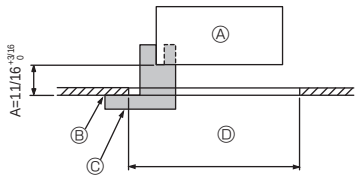
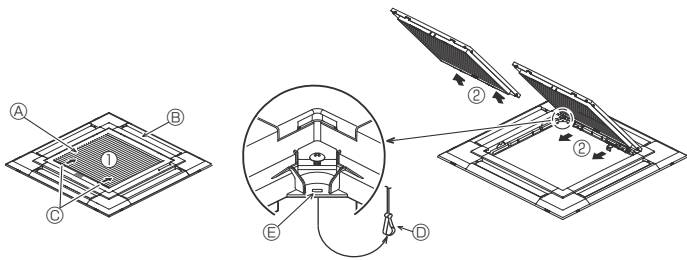
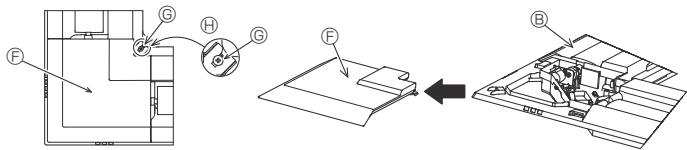

Fig. 6-2
Fig. 6-3
Fig. 6-4
①	Grille	1	950 × 950 (mm), 37-13/32 × 37-13/32 (pouces)
②	Jauge	1	Divisée en quatre parties
③	Vis (4 × 16)	1	Pour PLFY-EP-NEMU1-E
④	Panneau en coin 3D i-see Sensor	1	Pour PLFY-EP-NEMU1-E
6.2. Préparation avant d'attacher la grille (Fig. 6-2)
- A l'aide de la jauge ② fournie avec ce kit, régler et vérifier la position de l'appareil par rapport au plafond. Si l'appareil n'est pas correctement positionné, il y aura des risques de fuites d'air et de la condensation pourrait s'accumuler.
- ① Appareil principal
② Plafond
③ Jauge ② (insérée dans l'appareil)
④ Dimensions de l'ouverture dans le plafond
6.2.1. Retrait de la grille d'admission (Fig. 6-3)
- Pour ouvrir la grille d'admission, faire glisser les leviers dans le sens indiqué par la flèche ①.
- Lorsque la grille se trouve en position "ouverte", retirer la charnière de la grille d'admission comme indiqué par la flèche ②.
6.2.2. Retrait du panneau en coin (Fig. 6-4)
- Retirer la vis du coin du panneau en coin. Faire glisser le panneau comme indiqué par la flèche ① pour le déposer.
- [Fig. 6-3] [Fig. 6-4]
① Grille d'admission
② Grille
③ Leviers de la grille d'admission
④ Crochet de la grille
⑤ Orifice pour le crochet de la grille
⑥ Panneau en coin
⑦ Vis
⑧ Détail